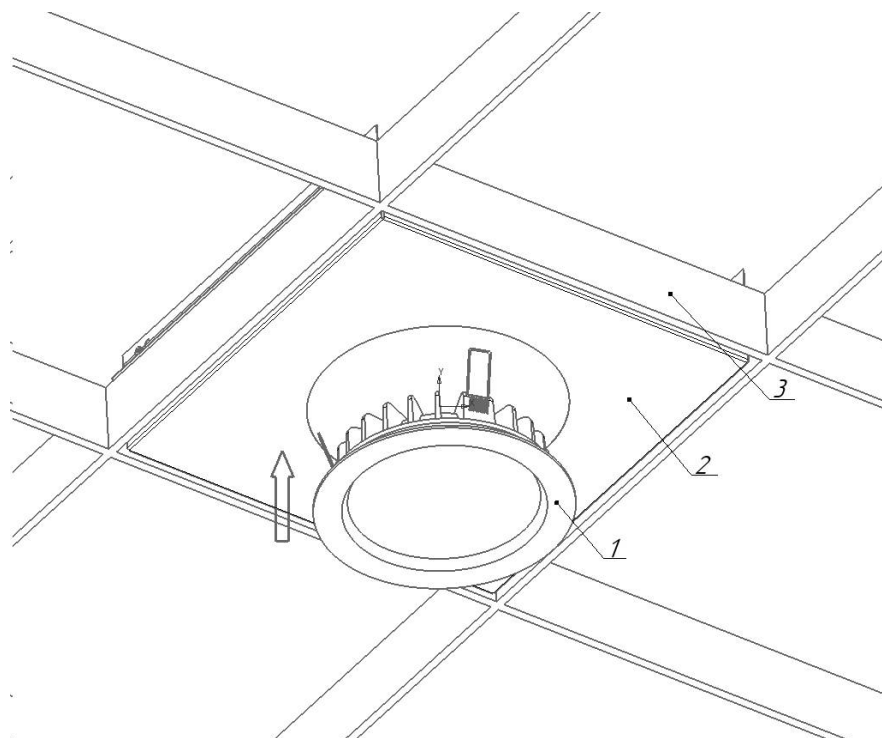

Рисунок 7 - Схема установки светильника в потолок Грильято
5.3.4 Сжав пружины, установите светильник в крепление Грильято (см. рисунок 7).
5.8.4 Сжав пружины, установите светильник в крепление Грильято (см. рисунок 7).